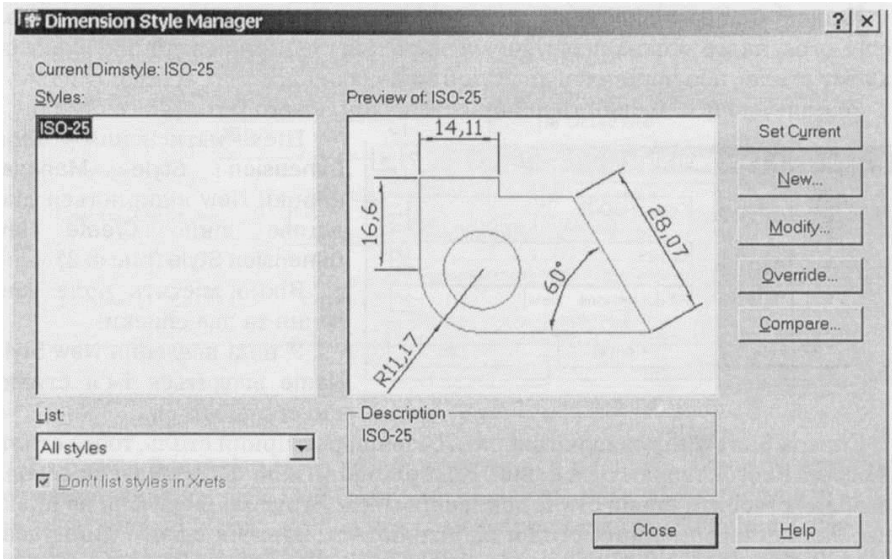

Рисунок 1.2
3. Установити значення розмірних системних змінних таким чином, щоб нанесені розміри цілком відповідали вимогам ЕСКД, можна в діалоговому вікні Dimension Style Manager (Управление размерным стилем) (див. рис. 1.2) натисніть кнопку New.
21. У полі введення New Style Name діалогового вікна Create New Dimension Style (див. рис. 1.2) введіть ім'я стилю, наприклад, Diameter. У списку Use For виберіть пункт Diameter dimensions, а у списку Start With — GOST. Натисніть кнопку Continue.